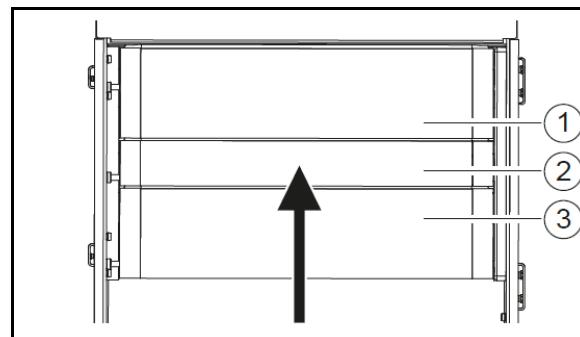

Fig. 189
1. Afmonter recirkulationsgitteret (Fig. 189/1).